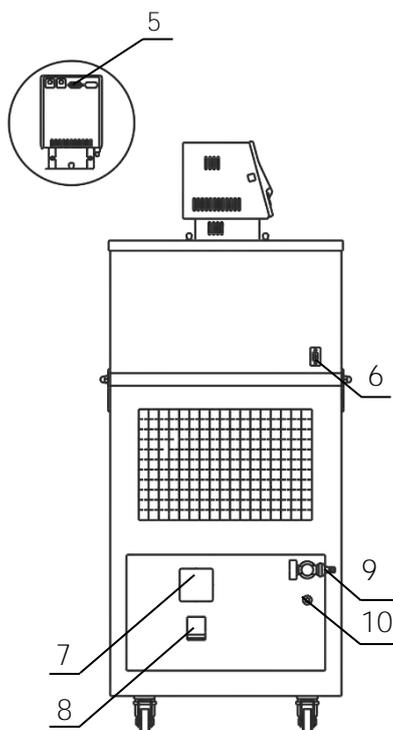

Рисунок 4 — Боковая панель термостата
2.2.6 К переливному штуцеру 10 (рисунок 4) присоединить гибкий шланг, второй конец которого опустить в емкость для сбора излишков теплоносителя объемом 1.5–2 литра.
2.2.8 Вставить вилку сетевого кабеля блока регулирования в розетку 7 (рисунок 4). Соединить кабелем из комплекта поставки блок регулирования (разъем 5) и холодильную машину (разъем 6). Сетевой кабель термостата подключить к питающей сети. Для этого в лабораторном помещении должна быть установлена электрическая розетка из комплекта поставки термостата.
2.2.9 Автоматический выключатель 8 (рисунок 4) перевести в положение «включено».
2.2.10 При первом запуске термостата необходимо включить блок регулирования в режиме прокачки в соответствии с документом ТКЛШ 3.222.009-23 РЭ «Блок регулирования температуры погружной циркуляционный M11M серии МАСТЕР». При работе циркуляционного уровня теплоносителя в рабочей ванне поднимется и теплоноситель начинает равномерно переливаться в дополнительную ванну. При этом уровень теплоносителя в основной ванне падает, что может привести к срабатыванию защиты от недостаточного уровня теплоносителя. Доливать теплоноситель следует до момента начала слива из переливного штуцера 10 (рисунок 4).
2.3.3 При работе термостатов на температурах, близких к нижней границе диапазона воспроизводимых температур необходимо доливать теплоноситель до момента слива из переливного штуцера 10 (рисунок 4) при его охлаждении на каждые 10 °С.
- на короткое время перевести автоматический выключатель 8 (рисунок 4) в положение «выключено»;
2.4.4 Для повторного запуска холодильной машины после наступления аварийной ситуации необходимо отключить питание термостата, для этого перевести автоматический выключатель 8 (рисунок 4) в положение «выключено».
2.5.2 Надеть сливной шланг из комплекта поставки на кран 9 (рисунок 4) и закрепить его хомутом. Свободный конец шланга опустить в емкость для сбора теплоносителя объемом, превышающим объем термостата.